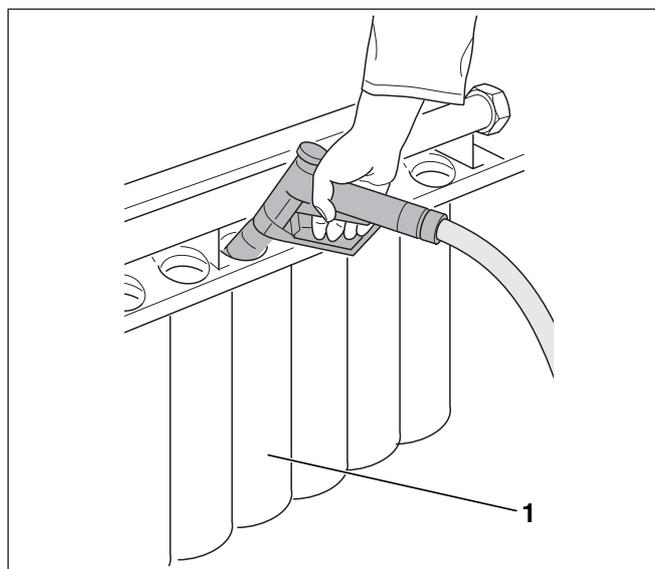

Fig. 21 Pulizia del bruciatore
- In primo luogo lavare le torce del bruciatore (fig. 21, **pos. 1**) dall'alto con un getto d'acqua, quindi spruzzare le fessure dal davanti.
- Posizionare verticalmente il bruciatore sulle torce del bruciatore (fig. 21, **pos. 1**).
- Pulire le torce del bruciatore (fig. 21, **pos. 1**) dall'interno, utilizzando un getto d'acqua e attendere, fino a quando l'acqua sarà defluita dalle fessure delle torce.